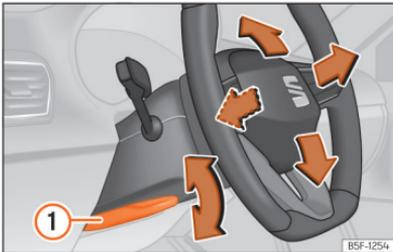

Abb. 87 Hebel auf der linken unteren Seite der Lenksäule.
- Hebel >>> **[Abb. 87]** ① nach unten schwenken, Lenkrad in die gewünschte Position bringen und Hebel wieder bis zum Schließpunkt nach oben drücken.
- Den Hebel >>> **[Abb. 87]** ① nach dem Einstellen immer fest nach oben schwenken, damit das Lenkrad während der Fahrt nicht unbeabsichtigt seine Position verändert.